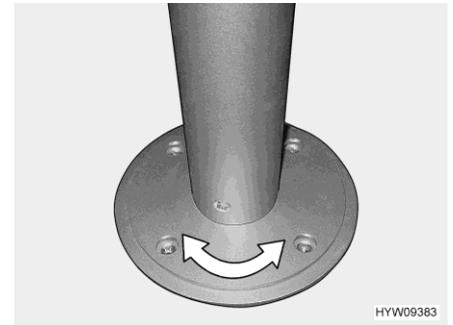

Fig. 107 Piede del tavolo a colonna (girevole) (a seconda del modello)
- Ruotare il piano del tavolo nella posizione desiderata. A tale scopo occorre esercitare abbastanza forza, poiché il piano del tavolo ruota incontrando resistenza di attrito sul piede del tavolo a colonna (Fig. 107).